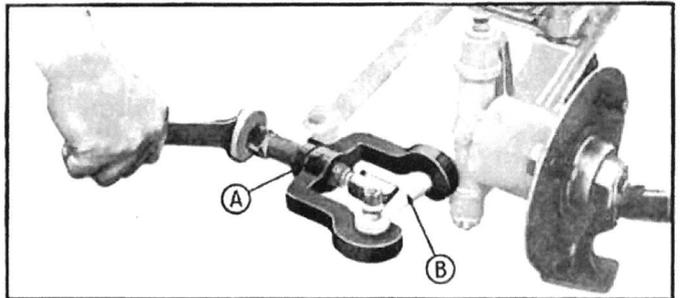

Fig. 268. — Correction du parallélisme des roues AV.
- 6—Pour la correction : dégager la chape de la barre d'accouplement en démontant l'axe du levier ; placer la griffe spéciale sur le levier ; replacer dans l'œil du levier l'axe de la barre ; serrer la vis de l'appareil pour obtenir la déformation du levier qui donnera le réglage normal (fig. 268). A défaut de griffe spéciale, démonter le levier et le retoucher entre des cales dans un étau (ne jamais chauffer les leviers).